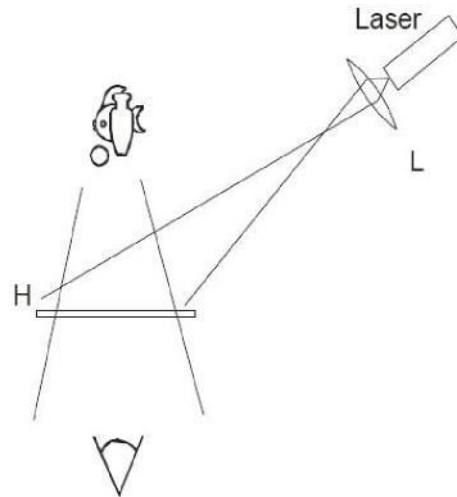

Fig. 8 Montaje experimental para la reconstrucción de un holograma (L = Lente H = Holograma)
- Se realiza el montaje experimental se acuerdo con la Fig. 8. Colocando el holograma, en lo posible, lejos del Láser y con la marca roja orientada hacia el mismo.